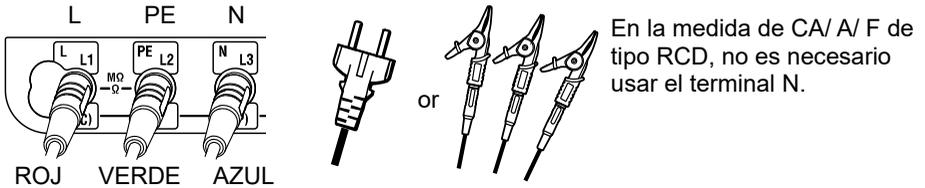

Fig. 11-5 Prueba para RCD
- (1) Presione el pulsador Power y encienda el instrumento. Gire el selector giratorio y sitúelo en la posición RCD.
- (2) Conecte los cables de prueba al instrumento. (Fig. 11-5)